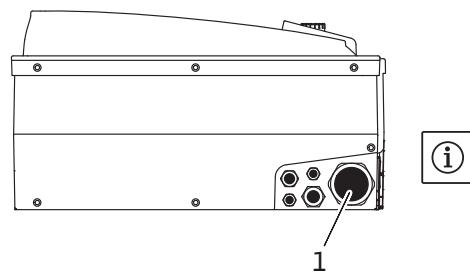

Fig. 22: Prensa-fios M40
- O cabo de ligação de rede tem de ser passado através do prensa-fios M40 (Fig. 22, pos. 1).